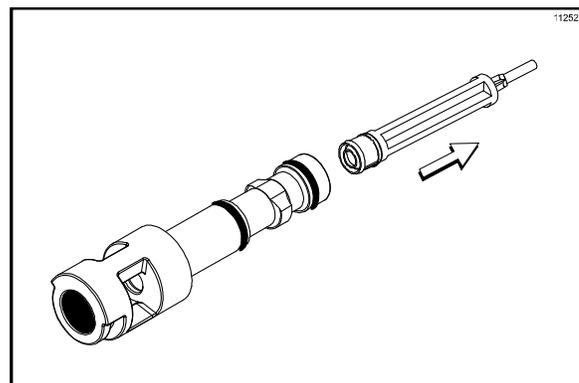

图 102
7. 抓住出料阀并向外拉混合搅拌器以拆除传动混合搅拌器，拆除搅拌杆的轴封。（见图 102。）